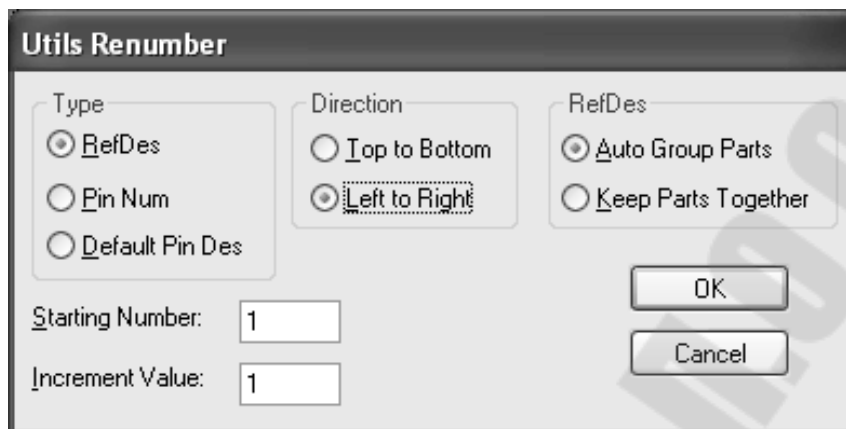

Рис.4.4. Переименование позиционных обозначений
- 9) Последовательная нумерация позиционных обозначений выполняется с помощью команды Utils/Renumber (рис.4.4.), где необходимо установить следующие параметры: Type - RefDes, Direction - Left to Right, RefDes - Auto Group Parts, Starting Number - 1, Increment Value - 1. Далее нужно разместить позиционные обозначения справа или над РЭК. Выделение позиционного обозначения возможно при нажатой клавише Shift.